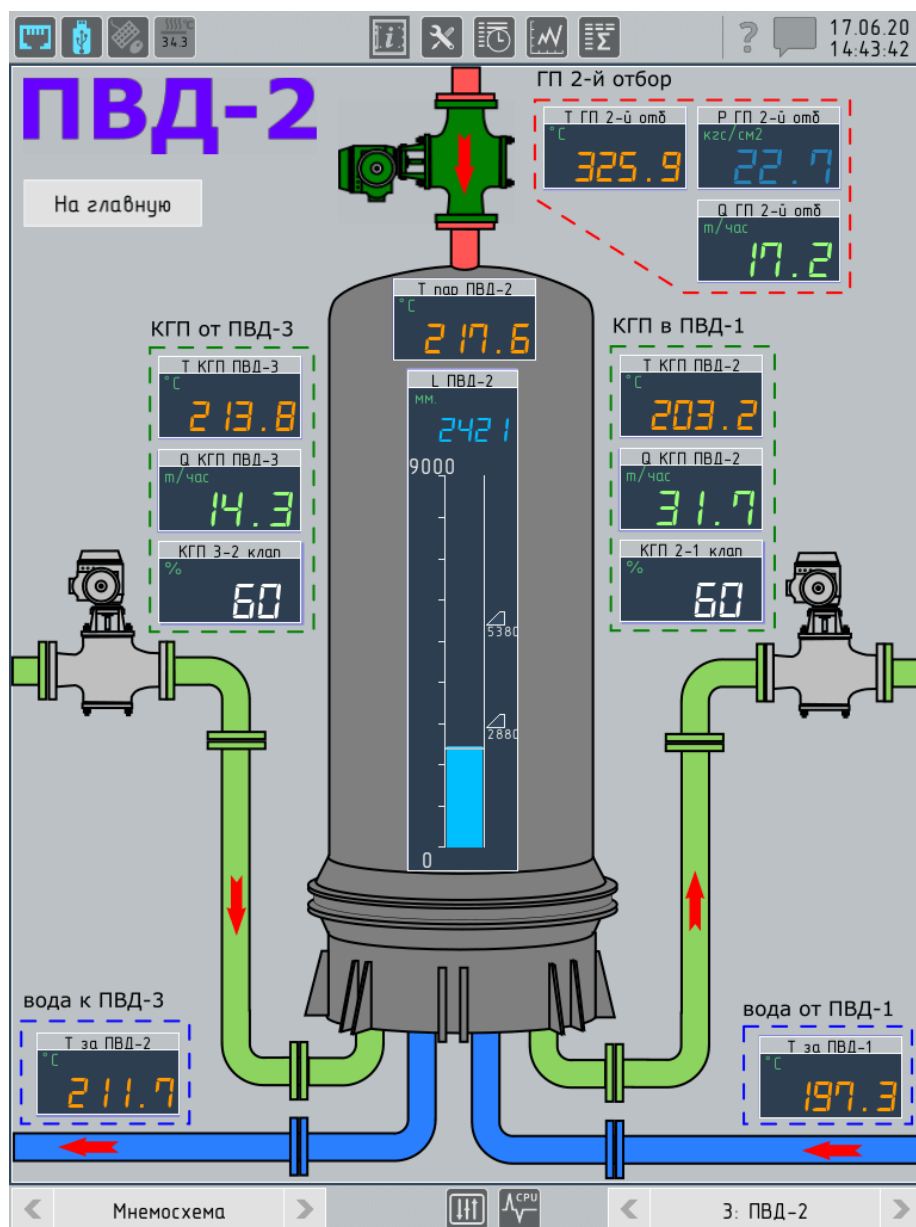

Рисунок 4.21 – Режим "Мнемосхема", контроль подогревателя высокого давления
- ▶ "мнемосхема" – режим представления технологического процесса созданный пользователем (см. рисунок 4.21)